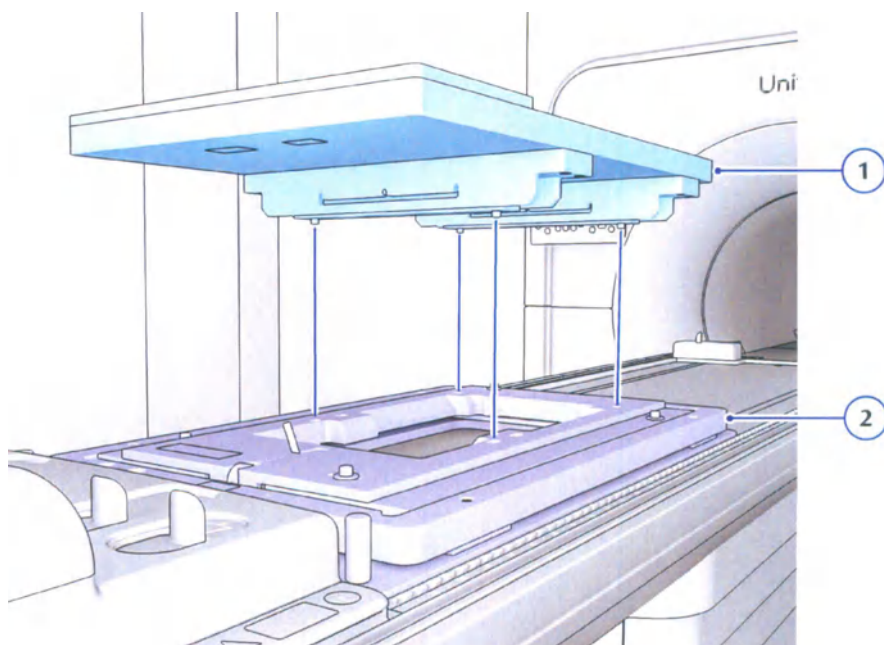

Рис. 7.35 Соединительные опоры в нижней части STARCHECK maxi MR
(1) Штифт в отверстии в верхней части гнезда
- 6 Установите прибор STARCHECK maxi MR с закрепленными соединительными опорами на платформу для контроля качества в правильном положении (см. Рис. 7.35).